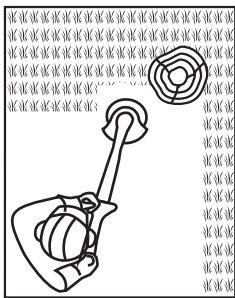

Fig. 21
4. Rode o protetor de plantas (13) para a posição de aparar, para evitar que o dispositivo de corte entre em contacto com objetos rijos, tais como paredes e pedras de bordos de passeios (Figs. 21, 22).